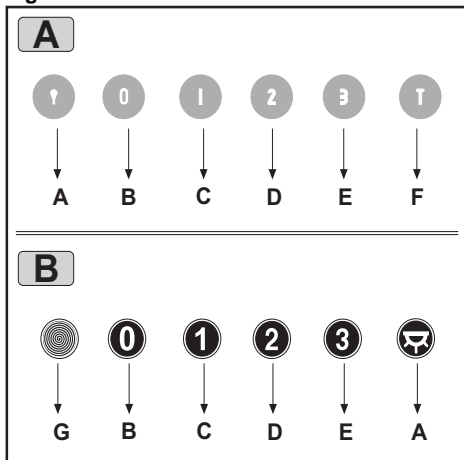

Fig.9
• **COMANDI:** (Fig.9 A) LUMINOSI la simbologia è di seguito riportata:
• **COMANDI:** (Fig.9 B) MECCANICI la simbologia è di seguito riportata: